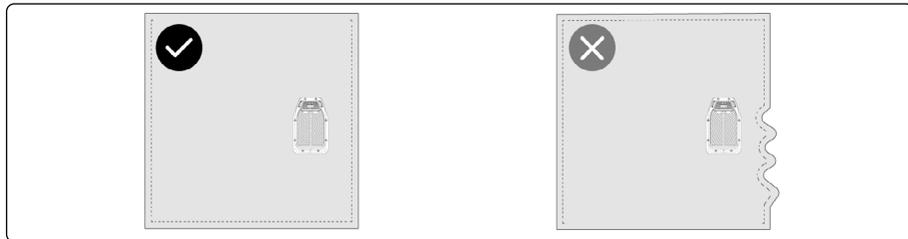

Рис. 11
- Убедитесь, что граница газона рядом с зарядной станцией проходит по прямой линии. (Рис. 11)